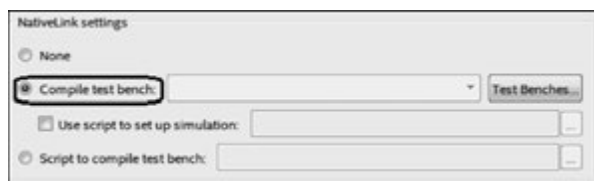

图 3-60 关联 testbench 文件(1)
(1) 勾选 Compile test bench, 如图 3-60 所示, 单击右侧的 Test Benches 按钮, 弹出 Test Benches 对话框, 以指定 testbench 文件。